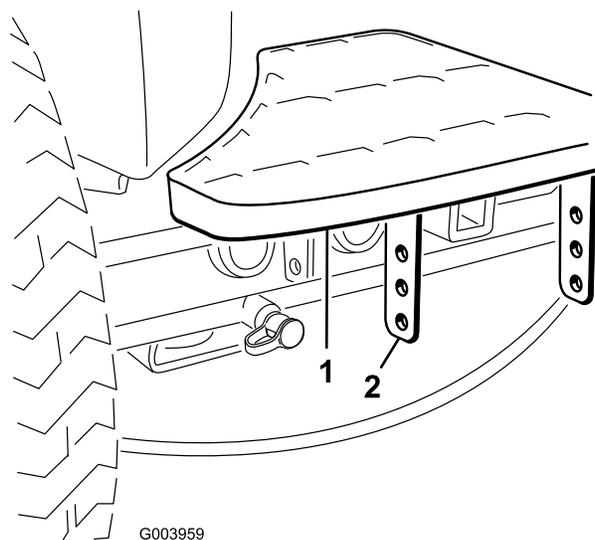

Рисунок 2
1. Выверните два болта и гайки крепления кронштейнов ступеней к раме тягового блока (Рисунок 2).